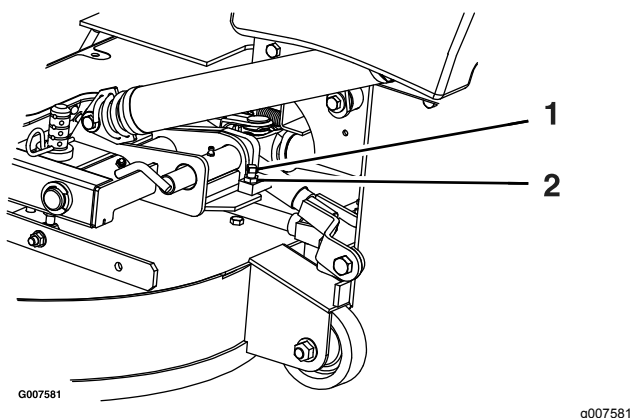

Figure 70
2. Desserrez l'écrou de blocage et tournez la vis de butée dans le sens horaire jusqu'à ce que la goupille de verrouillage soit serrée et ne puisse pas être tournée à la main (Figure 70).